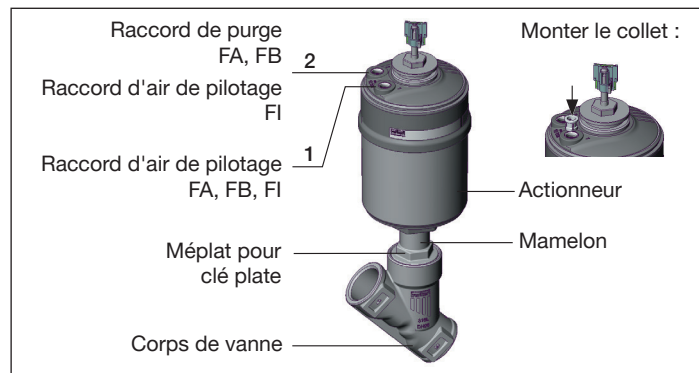

Fig. 4: Montage
→ Avec la fonction A, alimenter le raccord d'air de pilotage 1 (voir « Fig. 4 ») en air comprimé (5 bars) : la vanne s'ouvre.
- Avec la fonction A, alimenter le raccord d'air de pilotage 1 (voir « Fig. 4 ») en air comprimé (5 bars) : la vanne s'ouvre.